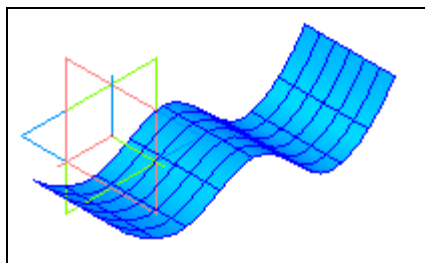

Рис. 7.16. Построенные изопараметрические кривые
- ◆ нажмите кнопку **Создать объект** для создания группы изопараметрических кривых. В окне модели появятся изопараметрические кривые (рис. 7.16), а в Дереве модели объект **Группа изопараметрических кривых**. Причем сначала располагаются кривые направления V , разбивающие грань по направлению U , затем — изопараметрические кривые направления U , разбивающие грань по направлению V .